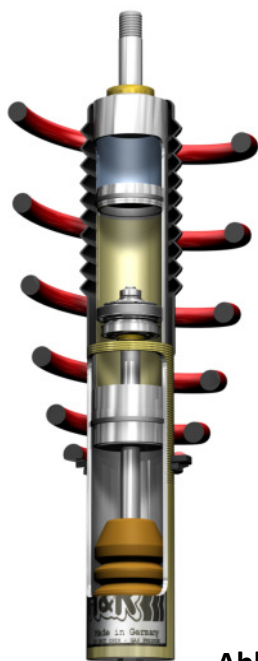

Abb. 1: Anschlagpuffer VA
- Der **Anschlagpuffer** ist bereits im Vorderachsbein verbaut. Der Serienpuffer darf nicht wiederverwendet werden. (**Abb. 1**)
- Der **Anschlagpuffer** ist bereits im Hinterachsbein verbaut. Der Serienpuffer darf nicht wiederverwendet werden. (**Abb. 1**)